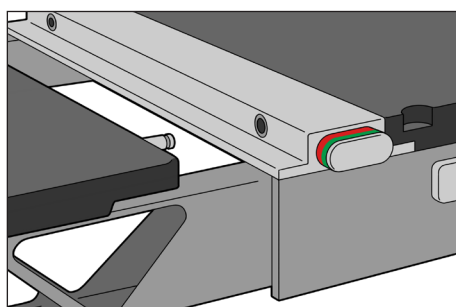

Fig. 1
1. Fjern kVue Calypso-indsatsen. (Fig. 1)